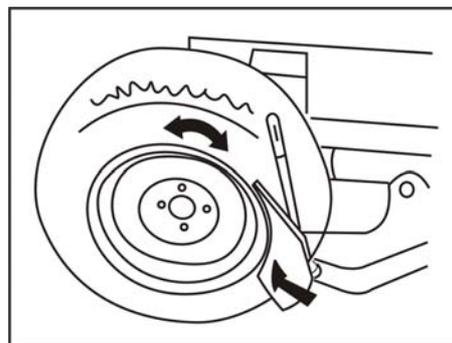
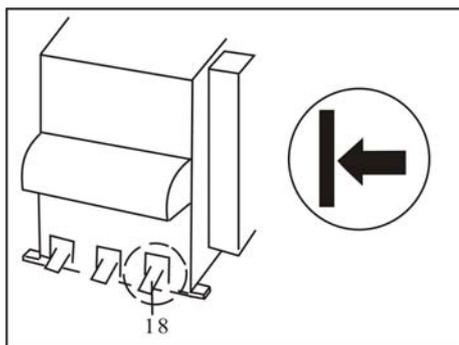

Рис.05
Рис.06
- Поместите шину между отжимной лопаткой и резиновой подкладкой и удерживайте лопатку между кромкой и шиной на расстоянии около 1 см от кромки (Рис. 05). Нажмите педаль (18) (Рис. 06), чтобы отделить шину от обода.